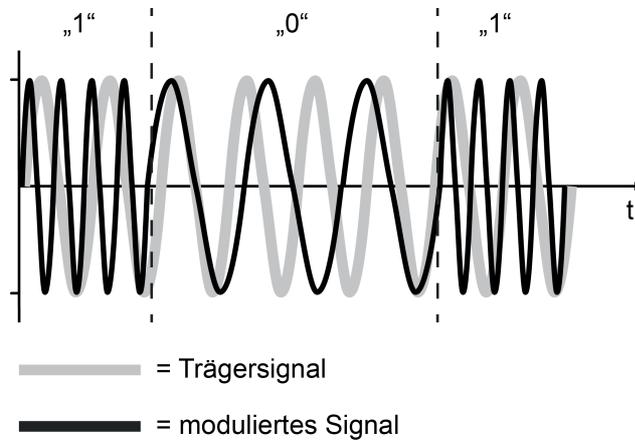

Bild 24: Frequenzumtastung als Modulationsverfahren (FSK = Frequenz Shift Keying)
Eine elektromagnetische Welle mit konstanter Amplitude und Frequenz transportiert noch keine Information. Um dies zu erreichen, muss der Sender die Amplitude oder die Frequenz der Welle nach einem vereinbarten Verfahren ständig verändern und dem Trägersignal in dieser Weise die Information aufmodulieren. Bei KNX RF wird die Modulationsart "Frequenzumtastung" (FSK = engl. Frequency Shift Keying) verwendet. (Bild 24). Die Frequenzumtastung ist eine Variante der Frequenzmodulation (FM) und für die Übertragung digitaler Informationen geeignet. Es werden zeitlich kodiert zwei in ihrer Frequenz unterschiedliche Signale gesendet, um dem Empfänger die logischen Zustände "0" und "1" mitzuteilen. Eine Frequenzumtastung ist unempfindlich gegen Störungen. Selbst starke Übertragungsverluste bei der Signalamplitude wirken sich nicht nachteilig auf das Demodulieren der übertragenen Information aus.